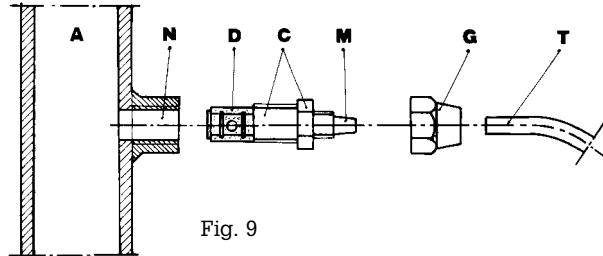

Fig. 9
- g. - Seleccione el punto de inyección más apropiado en la tubería de la instalación a tratar y coloque un empalme de 3/8 " gas hembra. Este empalme no viene con la bomba. Enrosque la válvula de inyección en el empalme con la junta de impermeabilización de Teflón Fig.9. Conecte el tubo de la juntura cónica de la válvula de inyección y asegúrelo con la abrazadera G correspondiente. La válvula de inyección es también una válvula estática.
3.1 -ESQUEMA DE MONTAJE DE LA VÁLVULA DE INYECCIÓN FIG. 9